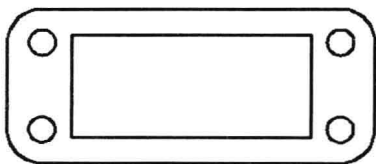
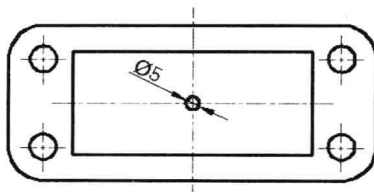

图 11-1-10
图 11-1-11
(10) 单击“圆心、半径”按钮, 捕捉并单击圆角的圆心, 输入5, 按Enter键。用同样的方法在其他圆角圆心位置创建圆对象, 如图11-1-10所示。
(11) 单击“直线”按钮, 绘制对称点划线。
(12) 单击“圆心、半径”按钮, 捕捉并单击对称点划线的交点作为圆心, 在命令行输入“2.5”, 按Enter键, 绘制圆对象, 如图11-1-11所示。